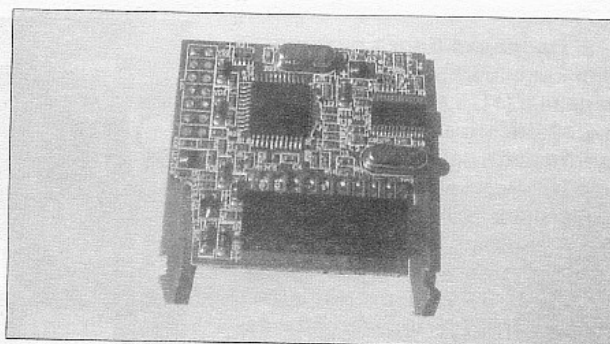
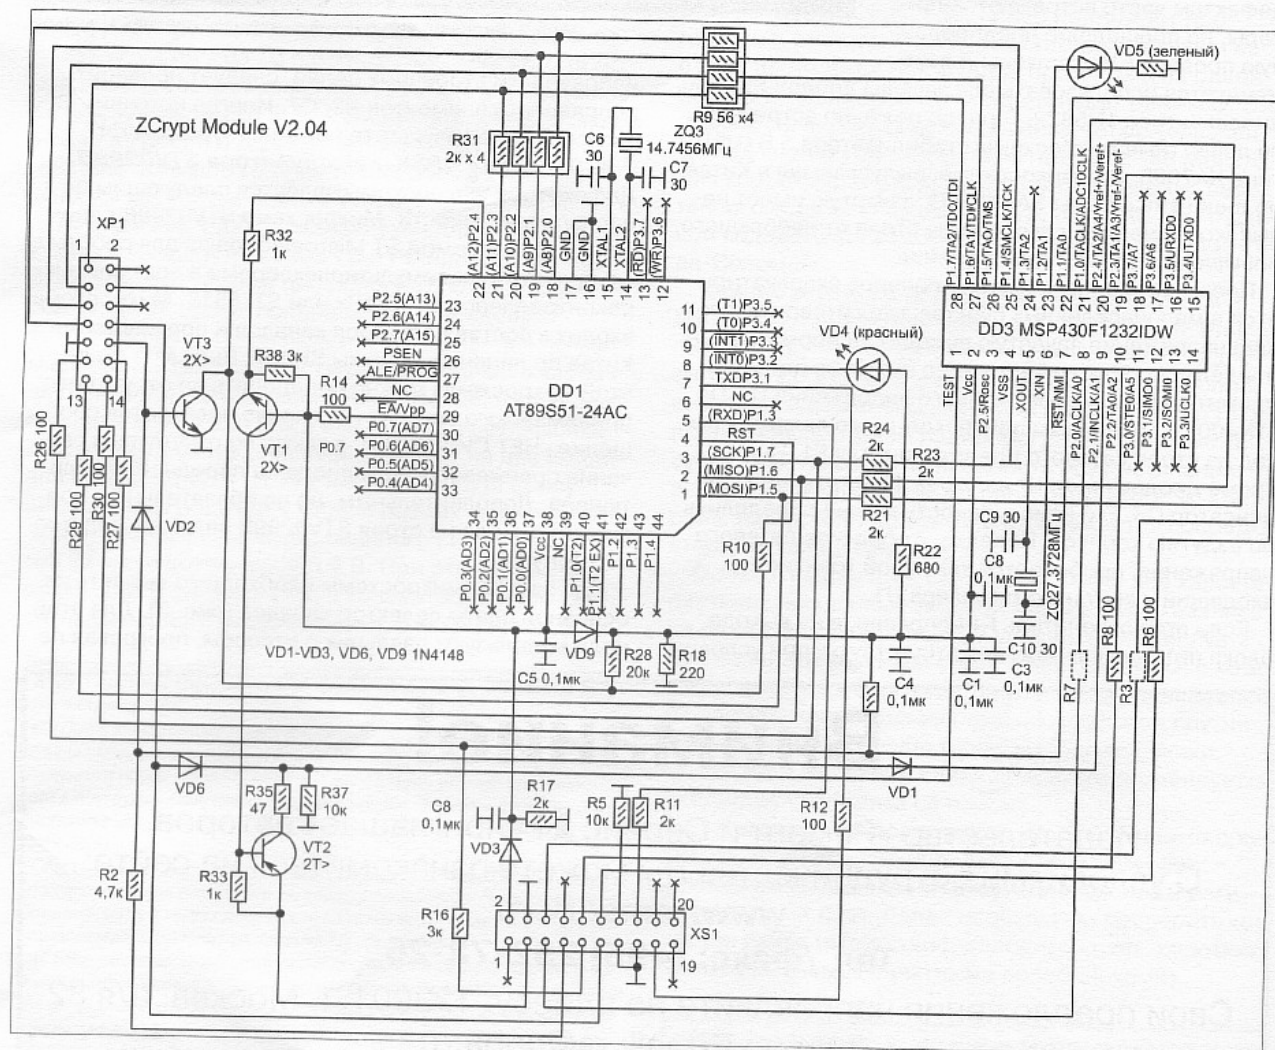

Рис. 4. Декодер Z-Crypt
Рис. 5. Принципиальная электрическая схема декодера Z-Crypt
7. Контроль декодера Z-Crypt. Определённая часть дефектов связана с отказом в работе декодера Z-Crypt (рис. 4), собранного на микроконтроллерах AT89S52 и MSP430F1232. Принципиальная схема декодера Z-Crypt приведена на рис. 5. Работу микросхемы AT89S52 контролируют при включении тюнера по свечению зелёного светодиода на плате декодера, а MSP430F1232 — по кратковременному включению зелёного светодиода.